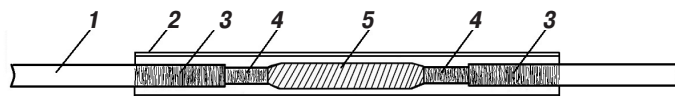

Рис. 7. Монтаж муфты МПИ-А-ТУТ на кабеле без брони. Зачистка оболочки и шланга. Установка внутренней ТУТ над сростком.
2.2 Разделка концов производится с соблюдением размеров, показанных на *рисунках 1-2*. Продольная герметизация на участках «алюминиевая оболочка – промежуточный шланг» при подготовке концов не производится. На эти участки усаживается внутренняя трубка ТУТ (*см. рис. 7*).